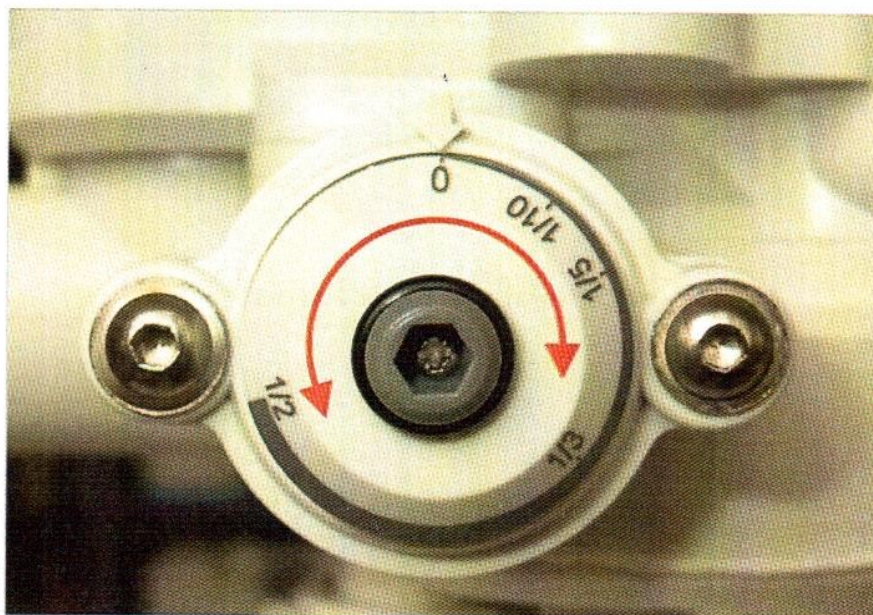

Рис. 14. Регулятор смешивания.
4.2 Регулятор смешивания (Рис. 14):